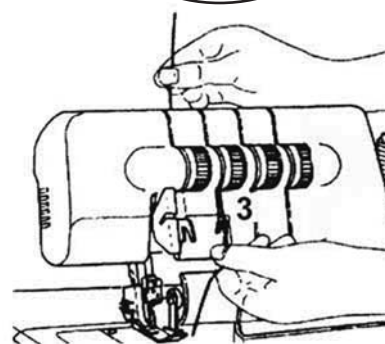

Fig. 26
3. Tenez le fil avec les doigts, guidez-le entre les disques du sélecteur de tension du fil (15) et tirez-le ensuite vers le bas (3) (Fig. 26).
① Remarque :